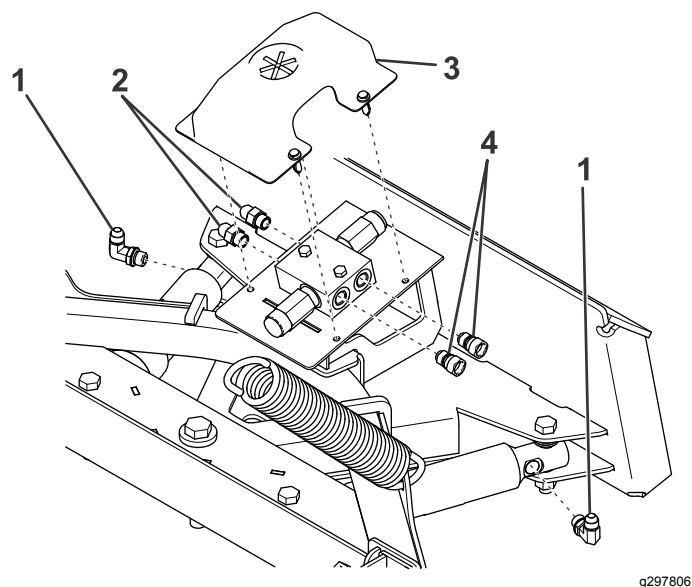

Figure 6
1. Déposez le couvercle transversal (Figure 6).
2. À l'aide de frein-filet, montez un raccord à 90° sur chaque vérin d'angle situé sur le cadre de poussée (Figure 6).
3. À l'aide de frein-filet, montez 2 raccords femelles sur le côté gauche du bloc hydraulique (Figure 6).
4. À l'aide de frein-filet, montez 2 raccords mâles sur le côté droit du bloc hydraulique (Figure 6).